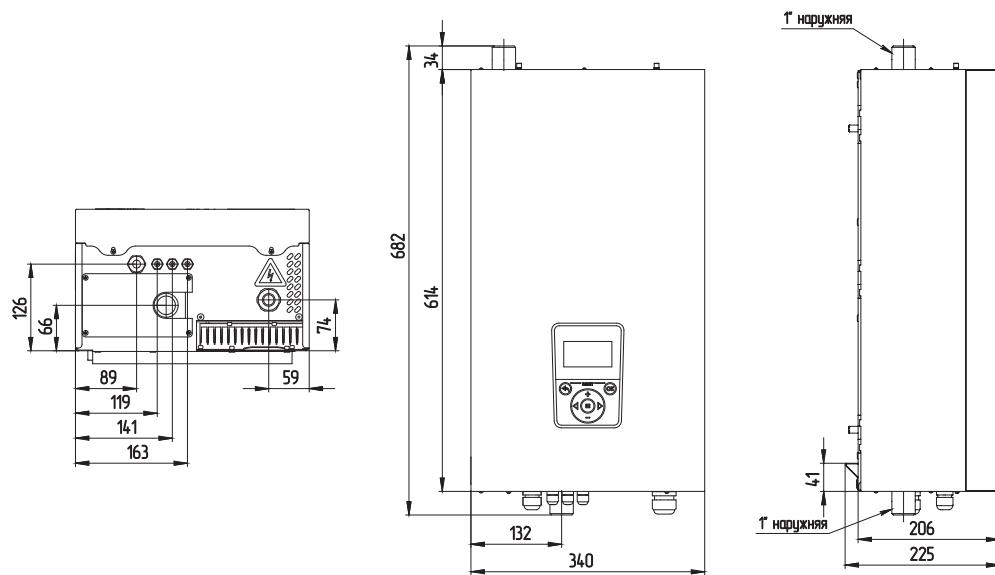

Рис.12 Габаритные размеры ZOTA SOLID-X 6-15 кВт
- подсоединить котел к системе отопления. Габаритные и присоединительные размеры котлов указаны на **Рис.12, 13, 14, 15, 16, 17**;